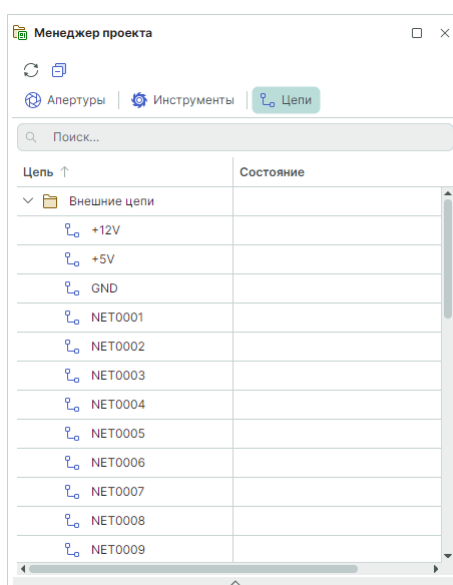

Рис. 36 Вкладка «Цели»
3. Вкладка «Цели» содержит электрические цепи проекта производства, см. Рис. 36.